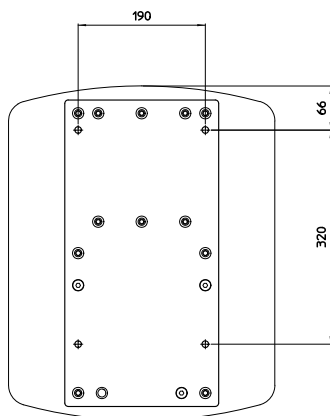

Abb. 2: Rückseitige Stahlplatte zur Befestigung an der Wand
- ✓ Geeignete Stelle für die 4 Löcher an der Wand bestimmen (siehe Abb. 2);